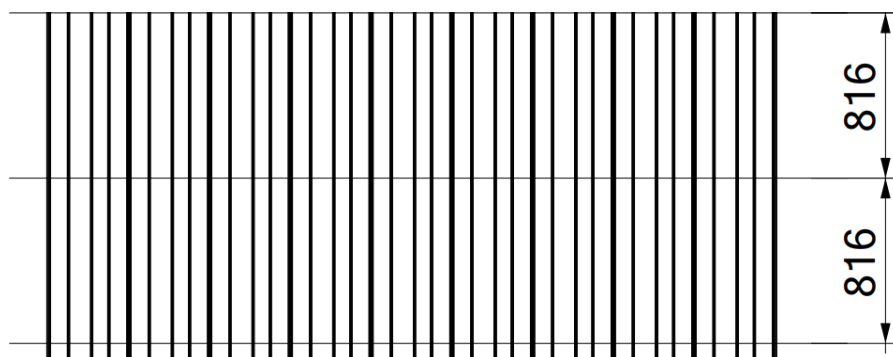

図 9
- まず金具の取付位置を確定し、墨出しを行って取付基準線を設定します。各列の金具中心線の間隔は  $814 \pm 2\text{mm}$  とし、墨出し線は折板屋根の波の山と直角になるように注意してください (図 9 参照)。